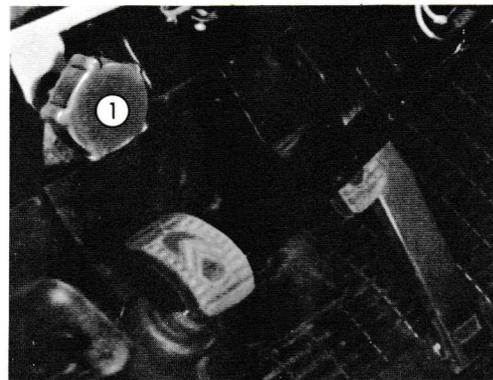

Abb. 38 – Einstellung der Scheinwerfer während der Fahrt
– *Einstellung während der Fahrt* (Abb. 38)